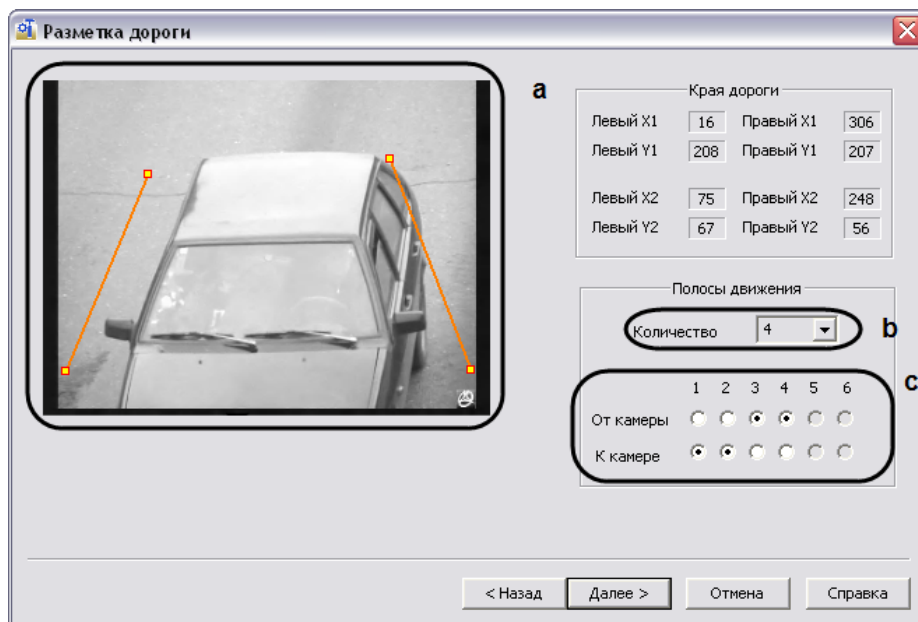

Рис. 7.4-8. Указание разметки дороги
8. После выполнения указанных действий откроется окно «Разметка дороги». В окне «Разметка дороги» требуется указать границы дороги, количество полос движения и направление движения транспортных средств для каждой из полос (Рис. 7.4-8).
Для перехода к следующему этапу настройки требуется нажать кнопку «Далее» (см. Рис. 7.4-8).